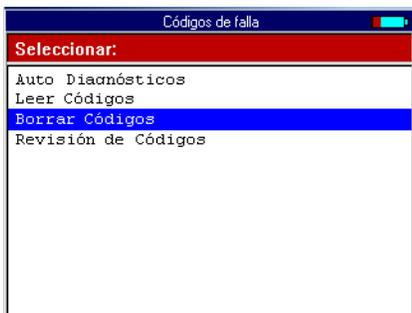

Figura 7.32: Pantalla Códigos de Falla
- Si en la Pantalla del menú Códigos de Falla aparece (Figura 7.32), valla al paso 3.